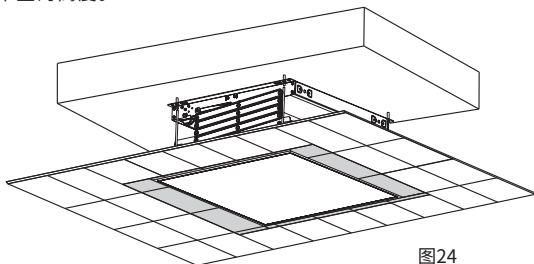

图24
15. 将刚才取下来的天花板裁切至合适尺寸（建议每边与升降架的天花装饰板边框距离约5mm左右），装回天花栅格上（图24）。如果升降架的天花装饰板与周围的天花板高度不一致，可以通过上面的方法把天花装饰板调节到平整的高度。